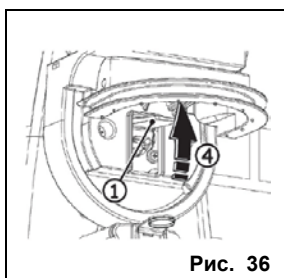

Рис. 36
2. Нажать до упора на отпирающий рычаг (рис. 36, поз. 1).